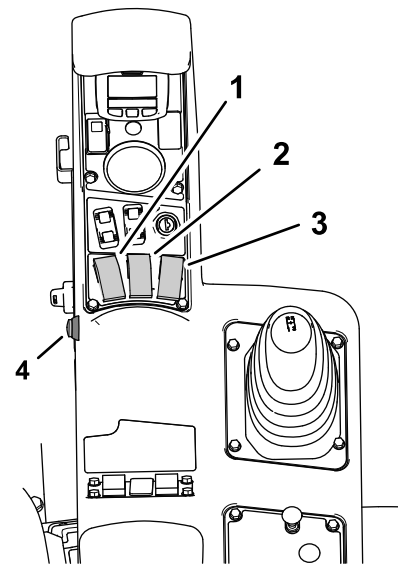
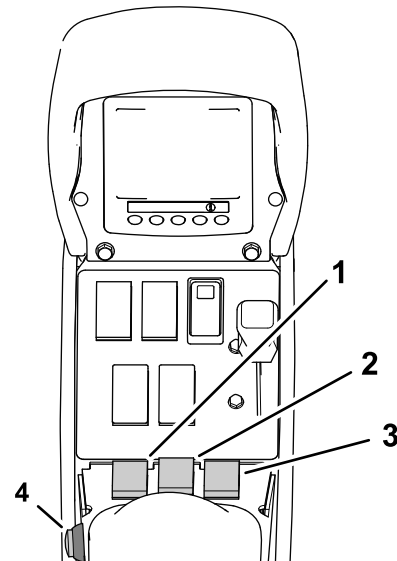

Рисунок 162
Рисунок 163
9. Установите 3 выключателя секций (расположенные на управляющей консоли машины) в положение Вкл. (Рисунок 162 и Рисунок 163).